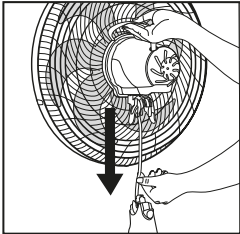

Figura 1
2. Introduza o cabo de ligação totalmente na base, como indicada na figura 1. Caso o cabo de ligação esteja torcido, destorça-o cuidadosamente antes de introduzi-lo, mantendo parado o motor e girando a base de apoio.